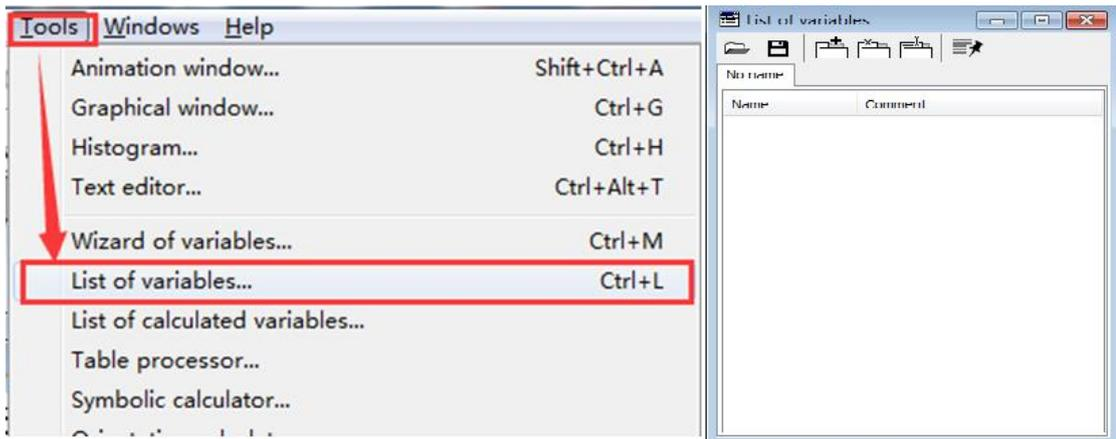

图 004-3
- 2、选择主菜单 **Tools**→**List of variables**，如图 004-3；